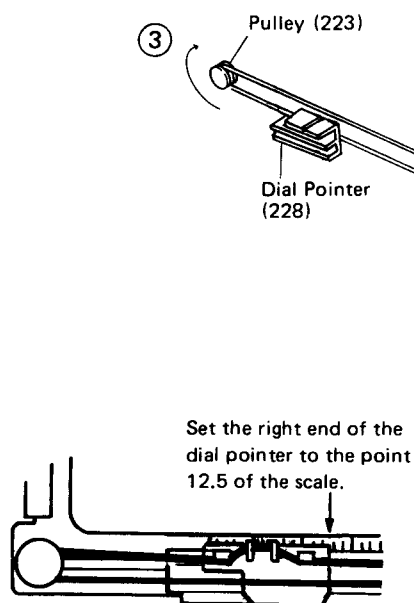
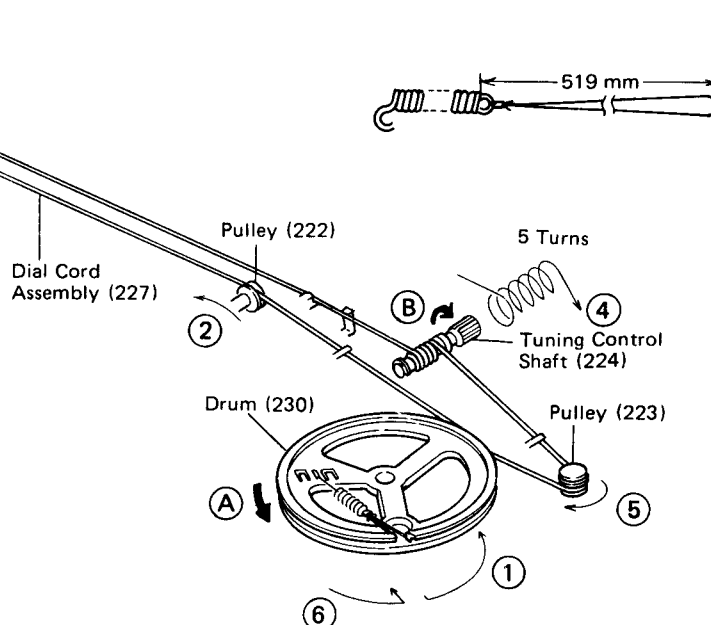

Figure 2-1
Figure 2-2
1. Turn the drum fully in the direction (A) shown in Fig. 2-2 and stretch its cord over the parts in the numerical order.
2. Then turn the tuning control knob fully in the direction (B) shown in Fig. 2-2 and fix its pointer as shown in Fig. 2-1.
1. Die Trommel gemäß Abb. 2-2 bis zum Anschlag in Richtung **A** drehen, dann die Schnur in der numerischen Reihenfolge über die einzelnen Teile spannen.
2. Die Abstimmstellerachse gemäß Abb. 2-2 bis zum Anschlag in Richtung **B** drehen, dann den Zeiger gemäß Abb. 2-1 befestigen.
1. Tourner le tambour entièrement dans le sens **A** montré sur la Fig. 2-2 et passer le cordon sur les organes indiqués et dans l'ordre numérique.
2. Tourner l'arbre de commande d'accord entièrement dans le sens **B** montré sur la Fig. 2-2 et fixer son index comme le montre la Fig. 2-1.